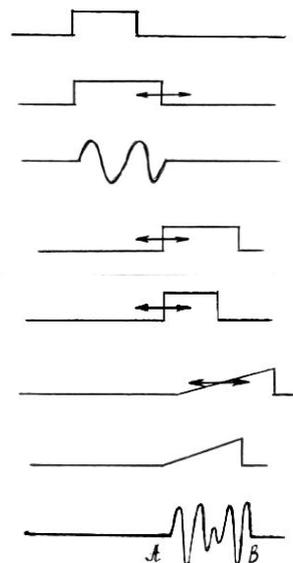

Рис. 3.
На рис. 3 представлены блок-схема прибора и временные диаграммы электрических сигналов. Задающий блокинг-генератор вырабатывает прямоугольные импульсы длительностью около 6 мксек с частотой повторения порядка 800 гц. Эти сигналы запускают генератор высокочастотных импульсов и задающий мультивибратор. Вырабатываемый генератором высокочастотный (частотой 1,6 МГц) прямоугольный импульс одновременно возбуждает пьезопластины жидкостной (ЭЛ) и измерительной (ИЛ) линий. Задний фронт импульса, генерируемого задающим мультивибратором, вызывает срабатывание ждущего мультивибратора. Последний формирует прямоугольный импульс, сдвинутый относительно исходного на некоторое время. Импульсы ждущего мультивибратора используются для запуска генератора развертки, пилообразные сигналы которого подаются на горизонтально отклоняющие пластины электронно-лучевой трубки, создавая при этом временную развертку.
2. Соединительные кабели присоединить в соответствии с рис. 3.